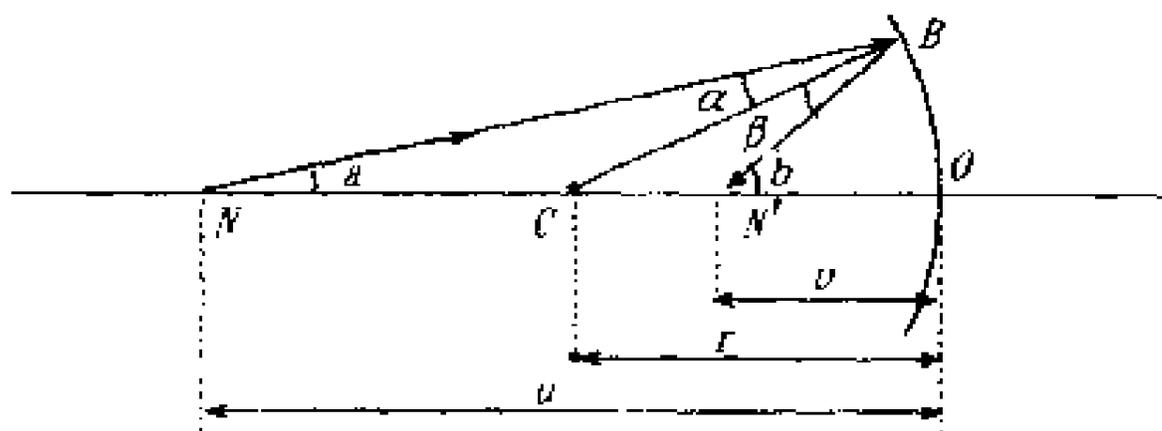

图 9
(2) 通过镜面曲率中心的人射光线的反射光必然沿入射光的路线反射，反射的方向和入射方向相反。
(3) 从物体上任一点出发的光线到达镜面上，必然遵守光线的反射定律，即入射角等于反射角。如图 9 设  $\widehat{BO}$  表示球面反射镜的一部分，此球面镜的中心点  $O$ ，称为“顶点”。 $C$  点为球面的球心，就是“曲率中心”，由  $C$  点到球面上的距离  $r$  称为“曲率半径”，通过顶点  $O$  和曲率中心  $C$  的直线，称为“主光轴”。
由图 9 可知:  $\overline{BO}$  这时可当作垂直于光轴的直线段, 即